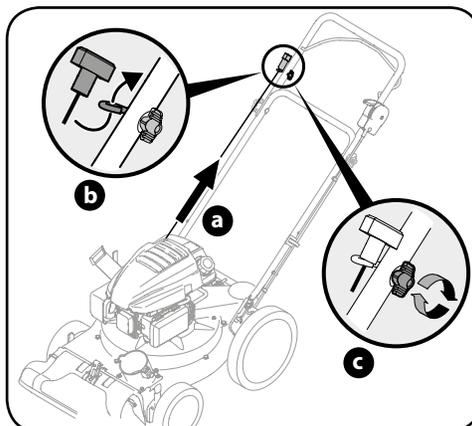

Рисунок 3-3
- б. Введите трос стартера в направляющую трубу. См. рисунок 3-3.